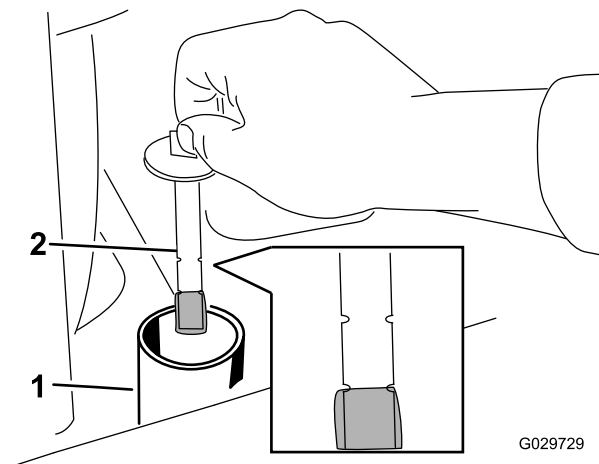

Figure 71
8. Enlevez le bouchon du goulot de remplissage et vérifiez le niveau de liquide sur la jauge (Figure 71).